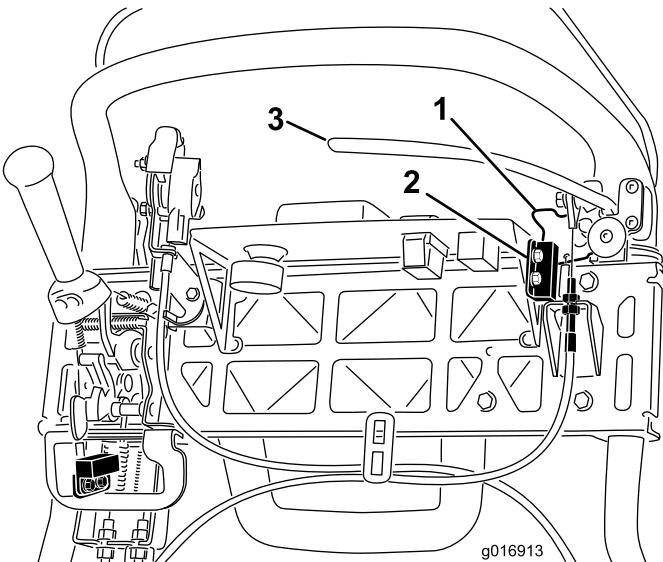

Figura 39
4. Desaperte as juntas de montagem do interruptor de segurança (Figura 39).
5. Coloque uma cunha de 1,6 mm entre o bloqueio do travão de parqueamento e o interruptor de segurança (Figura 39).